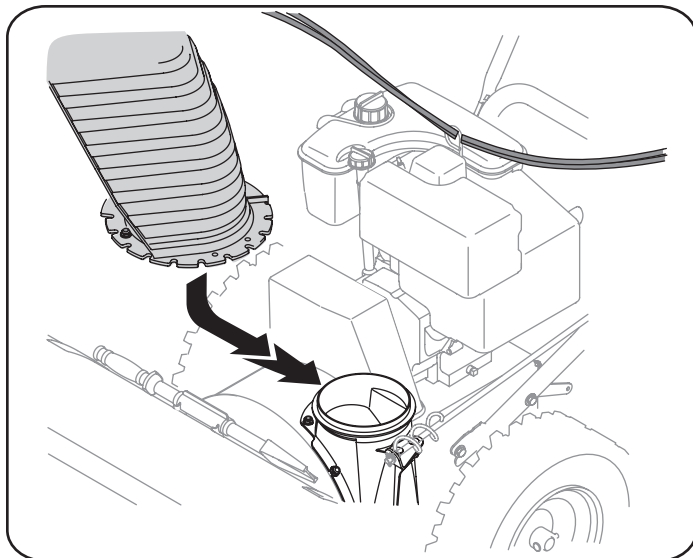

Figura 4
6. Coloque el conjunto del canal sobre la base del canal según se muestra en la Figura 4, asegurándose de que las muescas engranen con el extremo en espiral del control direccional del canal.